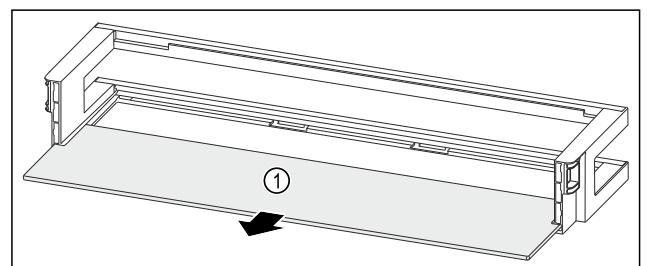

Fig. 241 Balconcino controporta con ripiano
- Rimuovere il ripiano Fig. 241 (1).